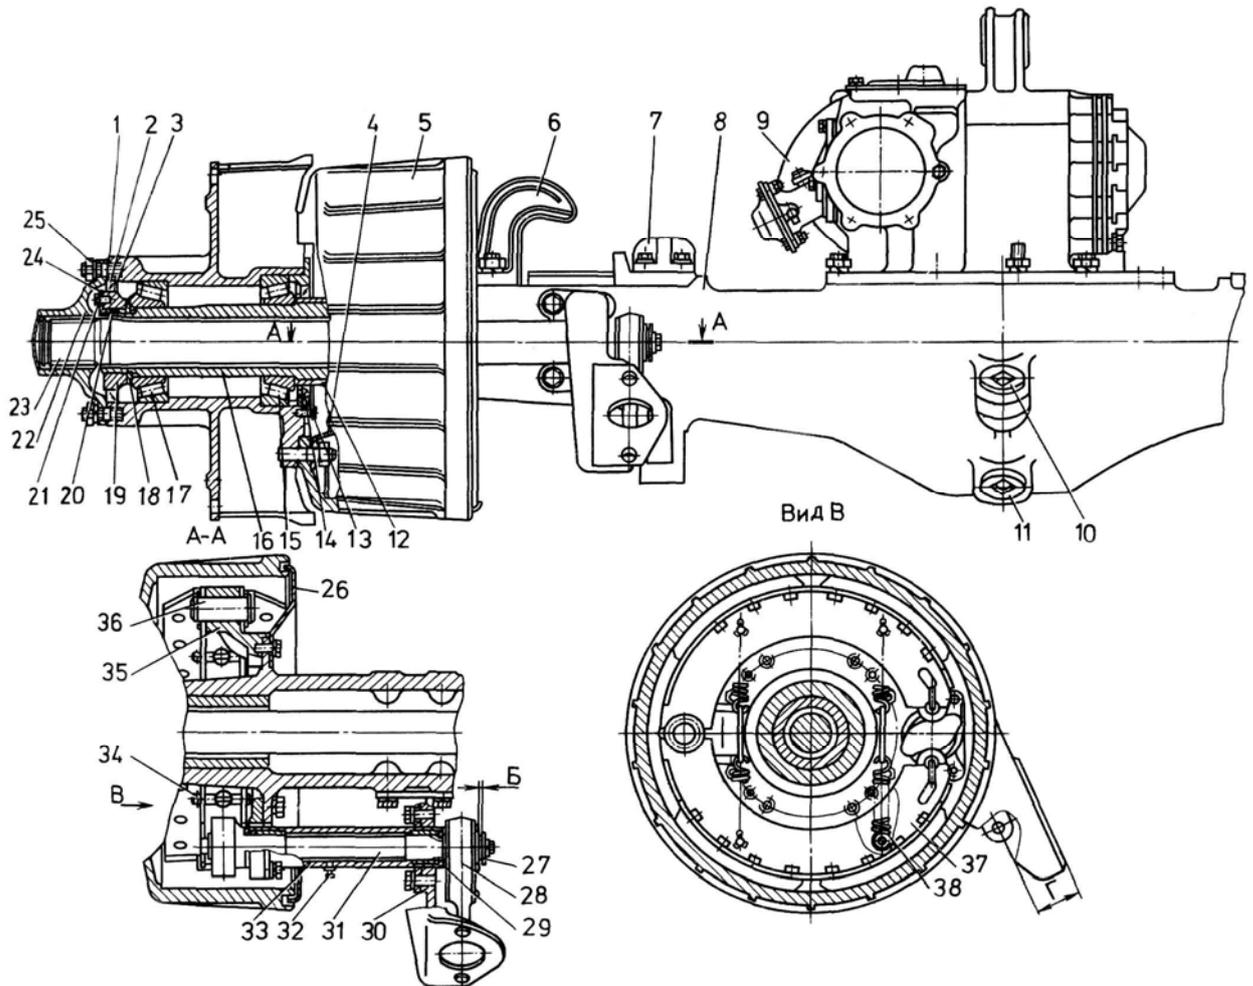
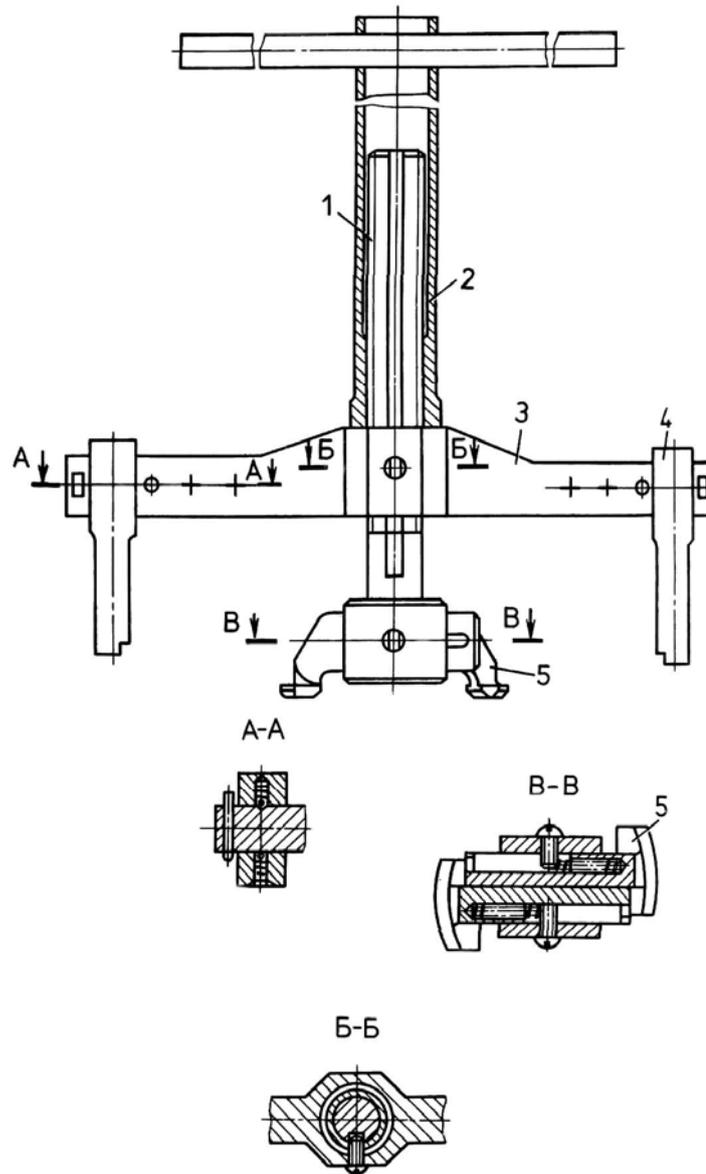
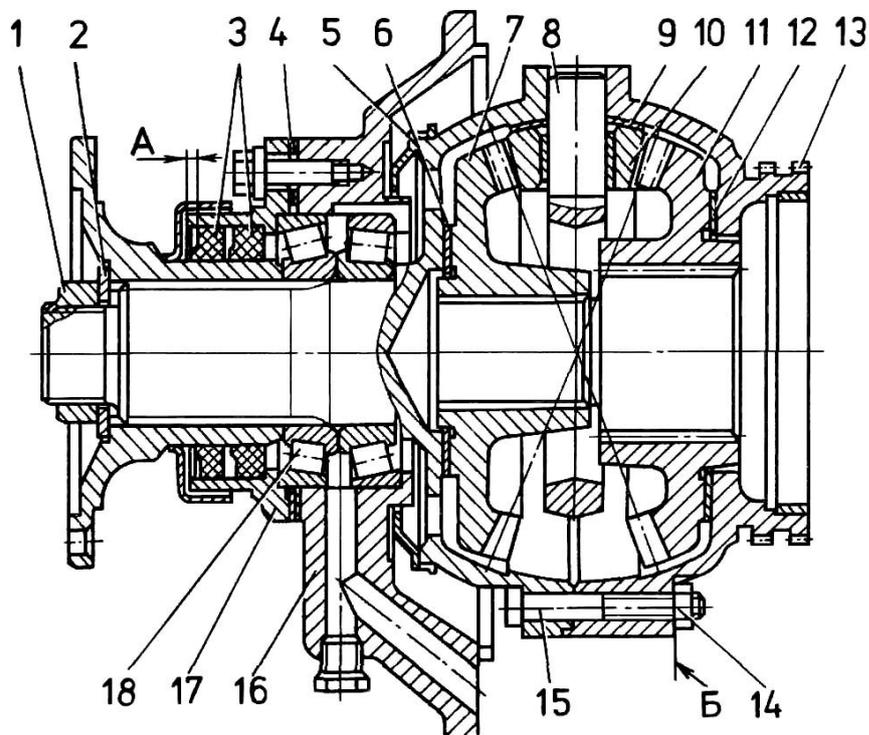

Рис.7. Задний мост:
Рис.10. Съемник для выпрессовки наружных колец из ступиц колес:
Рис.14. Дифференциал межосевой:
Задний и средний мосты объединены балансирной подвеской. Устройство заднего (среднего) моста показано на рис.7, 8; отличаются они один от другого только главными передачами (средний мост имеет межосевой дифференциал).
1. Отвернуть гайки крепления буферов 7 (см. рис.7) к картеру моста и болты крепления защитных дисков 26 к суппорту. Снять буфера и защитные диски.
11. Выпрессовать с помощью съемника (рис.10) из ступицы наружные обоймы подшипников 15 (см. рис.7) и 17.
20. Спрессовать (при необходимости) с кожуха полуоси, используя съемник 1 (рис.11), упорную втулку 12 (см. рис.7) и снять маслоотражатель.
1. Отвернуть гайку 1 (рис.14), предварительно отогнув стопорящий усик гайки, снять тарельчатую пружину 2.
3. Отвернуть болты крепления крышки 17 (см. рис.14), снять крышку с манжетами 3 и регулировочные прокладки 4. Выпрессовать из крышки манжеты.
5. Выпрессовать с помощью съемника (см. рис.10) подшипники 18 (см. рис.14) из гнезда 16.
3. Выпрессовать, используя съемник (см. рис.10), из картера 12 (см. рис.8) подшипников наружные обоймы подшипников 32 и 36.